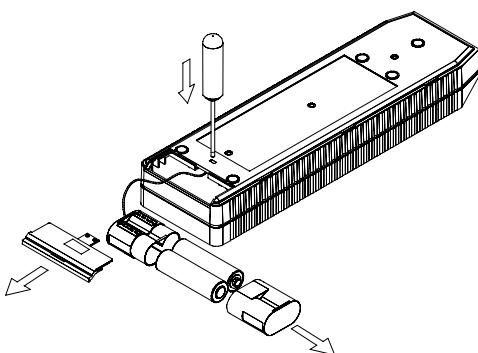

Рис. 6. Открытие контейнера элементов питания в приборе REN-700
2. снять крышку элементов питания в нижней задней части корпуса: вставить в отверстие узкую отвертку, слегка надавить и выдвинуть крышку по направлению стрелки (как показано на рис. 6);